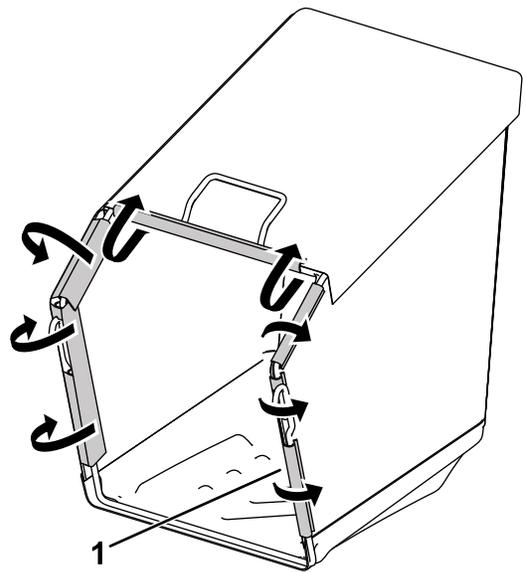

Рисунок 7
3. Прикрепите пластмассовые зажимы к каркасу травосборника (Рисунок 7).